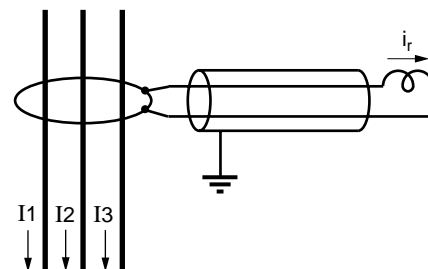

fig. 6 : mesure du courant résiduel par un tore.
□ la mesure effectuée par un tore englobant les trois phases (cf. fig. 6) :